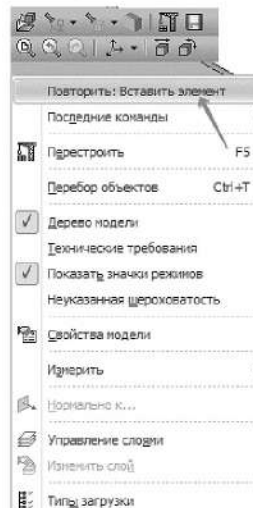

Рисунок 3.110. Повтор операции «Вставить элемент»
10.3.2 Нажмите правой кнопкой мыши в пустом месте окна модели и выполните из контекстного меню команду **Повторить: Вставить элемент** (рисунок 3.110).